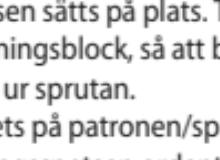

Fig. 3
- Sätt fast en ny blandningsspets på patronen/sprutan före varje användning. Skjut in blandningsspetsen ordentligt tills urtagen på blandningsspetsen och patronen/sprutan möts. Ta tag i den färgade basen på blandningsspetsen (inte själva spetsen!) och sätt fast blandningsspetsen genom att vrida den ett kvarts varv medurs (fig. 3). Eftersom kompositmaterialet i en använd blandningsspets härdar, kan blandningsspetsen användas som lock för patronens/sprutans innehåll fram till nästa användning då blandningsspetsen byts ut till en ny oanvänt.